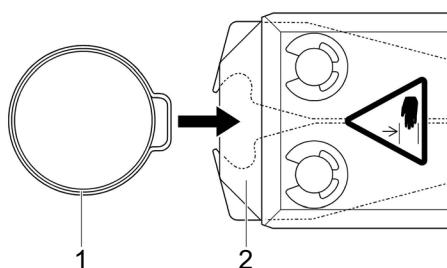

Fig. 14: Inserimento del collare
1. Inserire l'occhiello del collare OETIKER (Fig. 14/1) nell'area di serraggio della testa della pinza (Fig. 14/2).